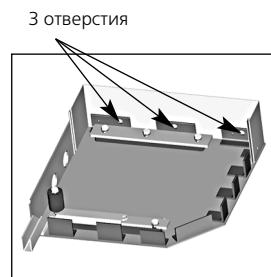

Рис. 2.13
- при встроенным монтаже - по три отверстия в уголках верхней части крышек (рис.2.13).